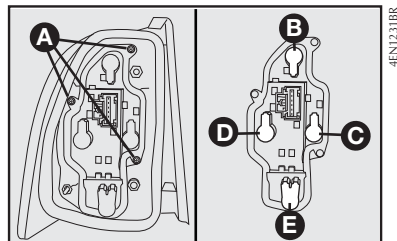

fig. 60
4) Presione las aletas **A-fig. 60** de bloqueo del portalámparas y quítelo de la lente.